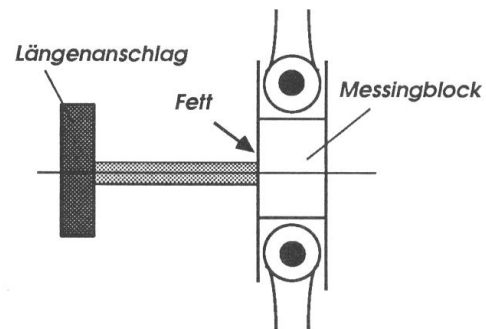

Abb. 10.05
- Etwas Fett zwischen Schaft des Längenanschlages und rotierendem Messingblock des Messingkopfes geben (Abb. 10.05)